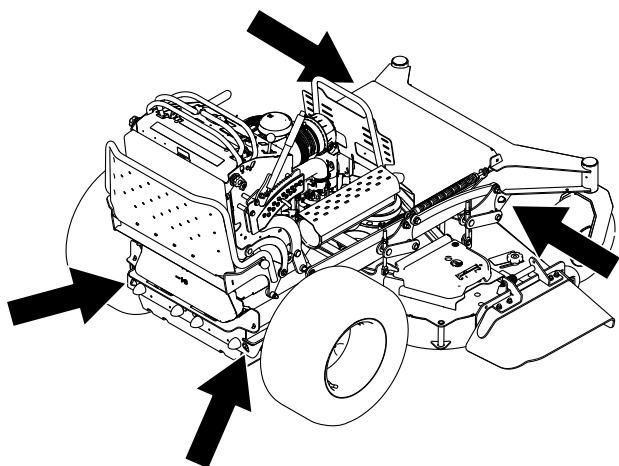

Figure 31
7. Arrimez la machine près des roues pivotantes avant ou dans les trous du cadre avant, et dans les trous du pare-chocs arrière à l'aide de sangles, chaînes, câbles ou cordes (Figure 31). Reportez-vous à la réglementation locale concernant les exigences en matière d'arrimage.